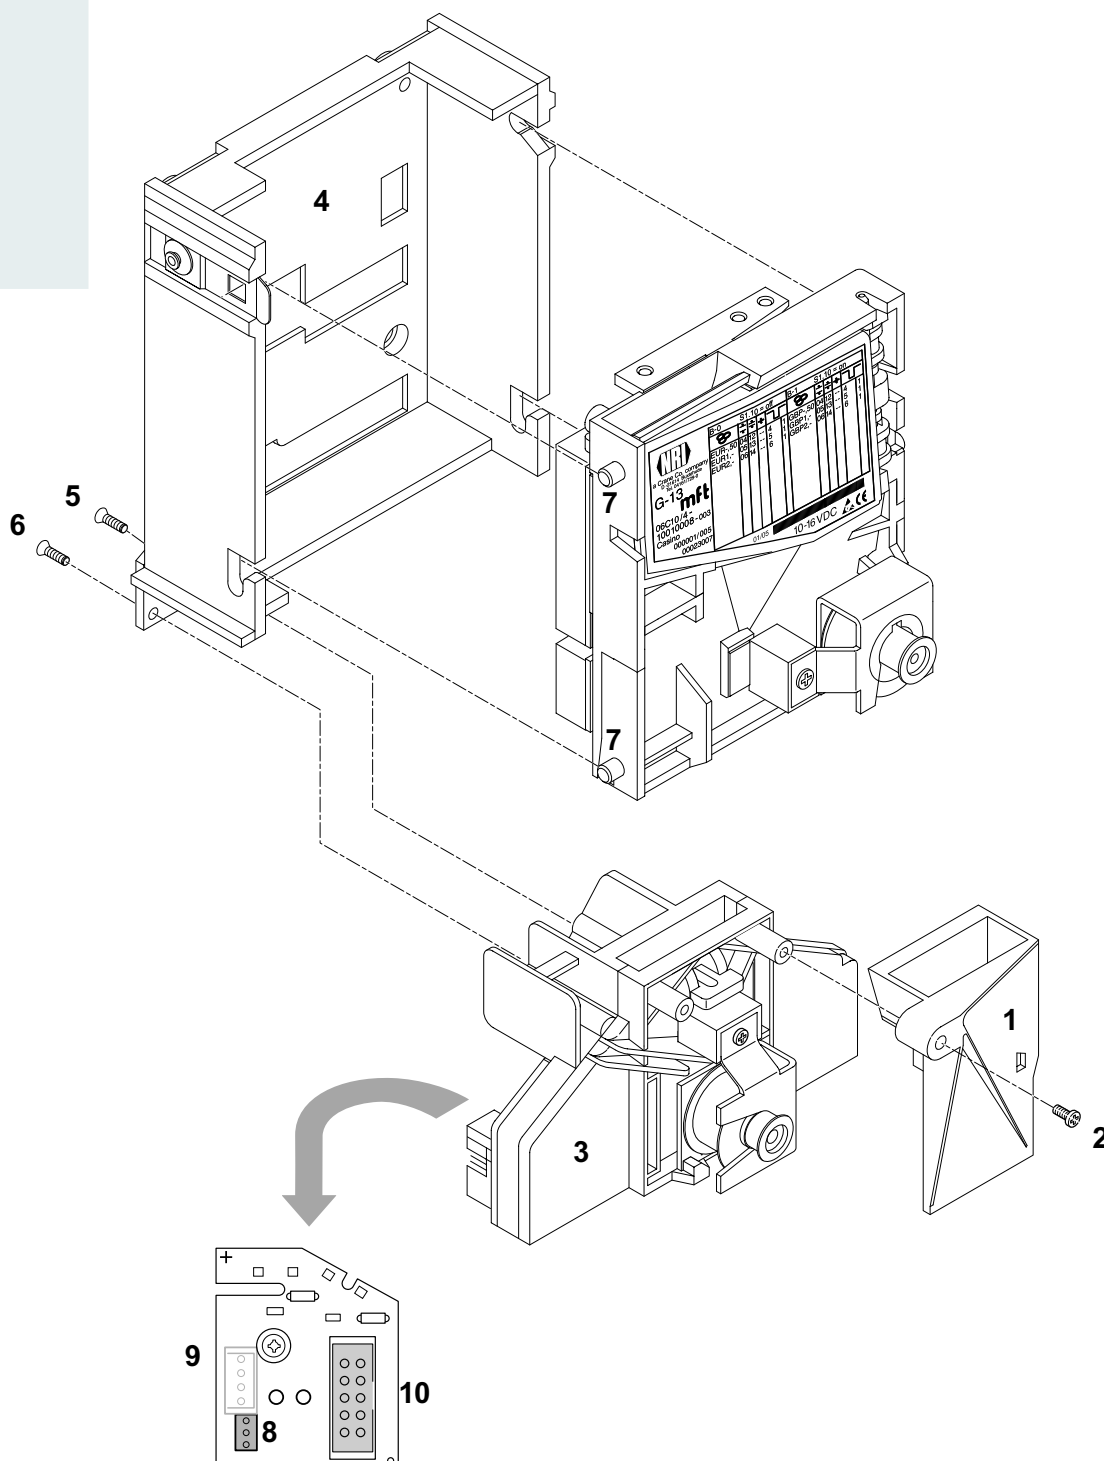

Fig. 5a: G-13.mft, Versione introduzione dall'alto, connessione con disp. di smistamento NRI
- 1** Fissare la prolunga vano **1** event. con una vite **2** al dispositivo di smistamento **3** (vedi. Fig. 5a).